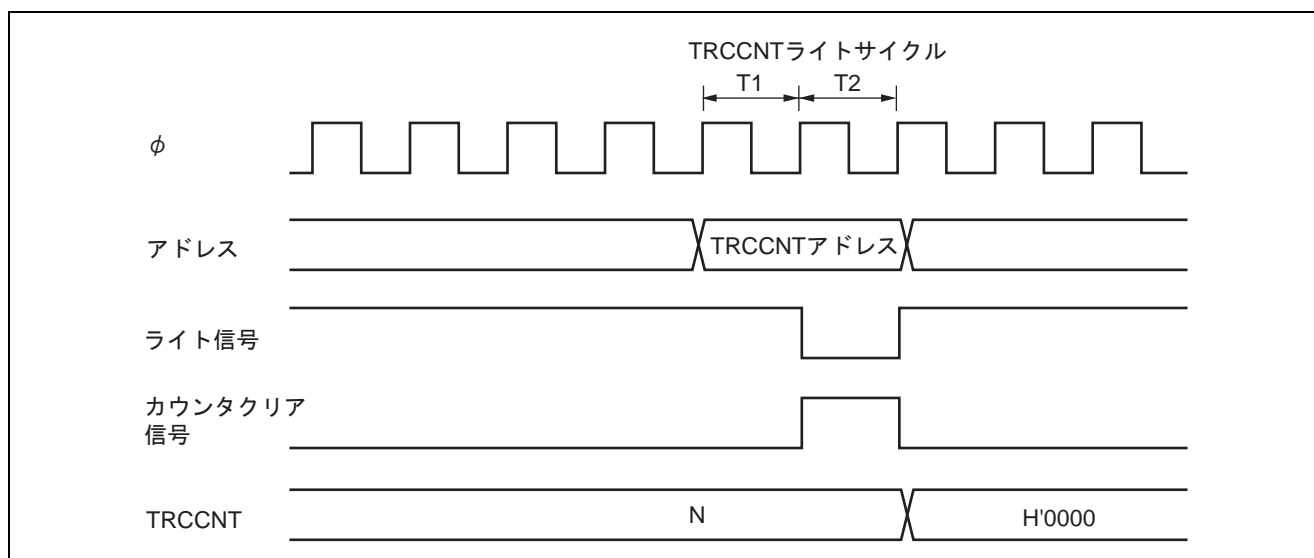

図 15.37 TRCCNT のライトとクリアの競合
2. レジスタへの書き込みはライトサイクル中のT2ステートで行われます。図15.37のようにTRCCNTライトサイクル中のT2ステートでカウンタクリア信号が発生すると、TRCCNTのクリアが優先されTRCCNTへの書き込みは行われません。TRCCNTに対する書き込みとTRCCNTのカウントアップが競合した場合は書き込みが優先されます。